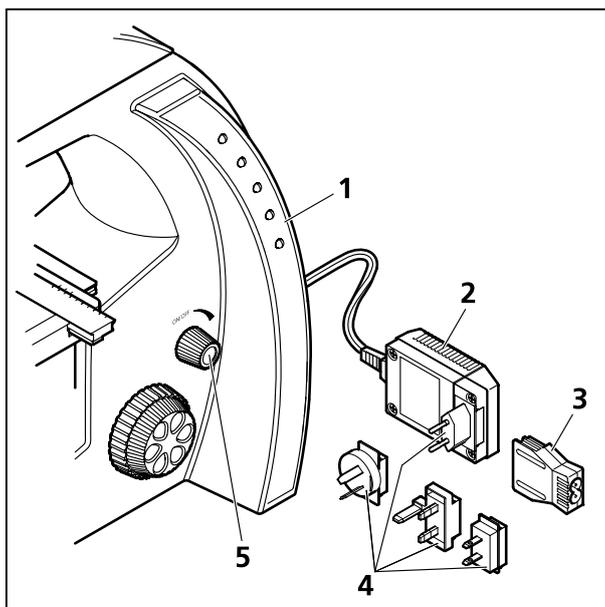

图 5 显微镜启动
- 将插头式电源转换器（图 5/2）从显微镜座架后部的保存架上取出。
- 如需要则将已经安装好的电源转换接头取下，换上随机配备的、适合所在国家通用的电源转换接头（图 5/4）。为此，拔下已安装好的电源转换接头，插装上所需要的电源转接插头。
- 如由于空间不足无法将插头式电源转换器插入插座内，则用本仪器配带的 IEC-转换接头（图 5/3）替换。此时插头式电源转换器即为扁平状，可通过一段本地通用电线与插座相连。
- 通过旋钮（图 5/5）启动显微镜以及设置所需要的光照强度。